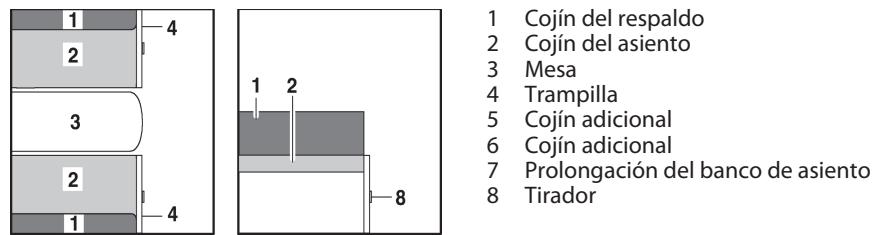

Fig. 111 Antes de ampliar
- Ampliar la mesa (Fig. 111,3) (véase apartado 7.9).
- Tirar del asidero (Fig. 111,8) y abrir la trampilla (Fig. 111,4).